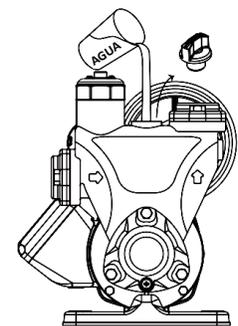

Fig 1
- Instalación donde no hay una presión de entrada positiva para la bomba, siga el procedimiento que se muestra en la Fig. 1.